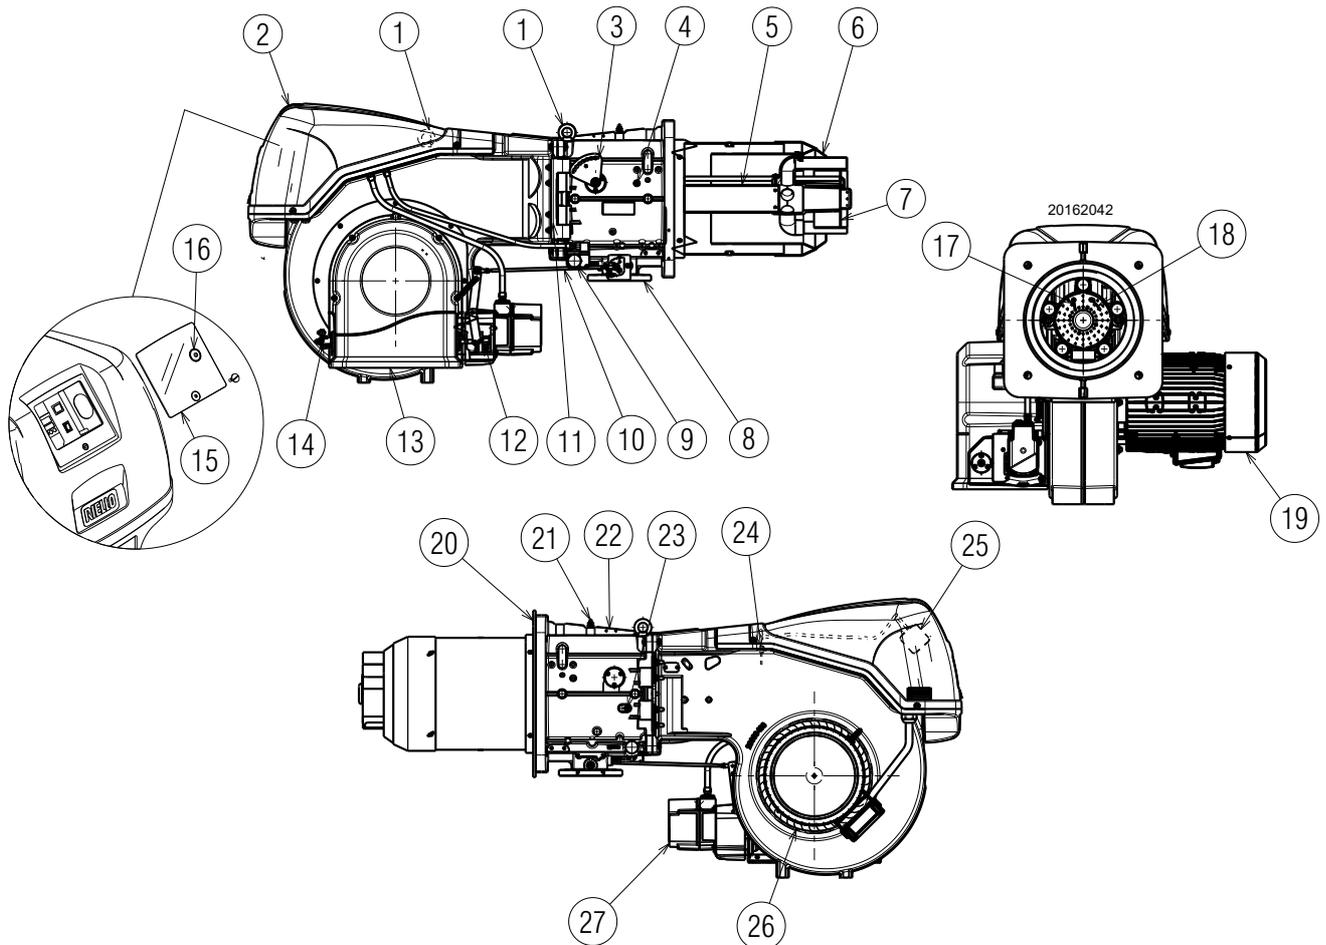

Abb. 4
- (1) Bezugsbedingungen: Raumtemperatur 20 °C - Gastemperatur 15 °C - Barometrischer Druck 1013 mbar - Höhe 0 m ü.d.M.
(2) Druck am Anschluss 21)(Abb. 4 auf Seite 11) bei Druck Null in Brennkammer und bei maximaler Brennerleistung.
(3) Schalldruck, im Verbrennungslabor des Herstellers bei laufendem Brenner am Prüfkessel, bei maximaler Leistung gemessen.